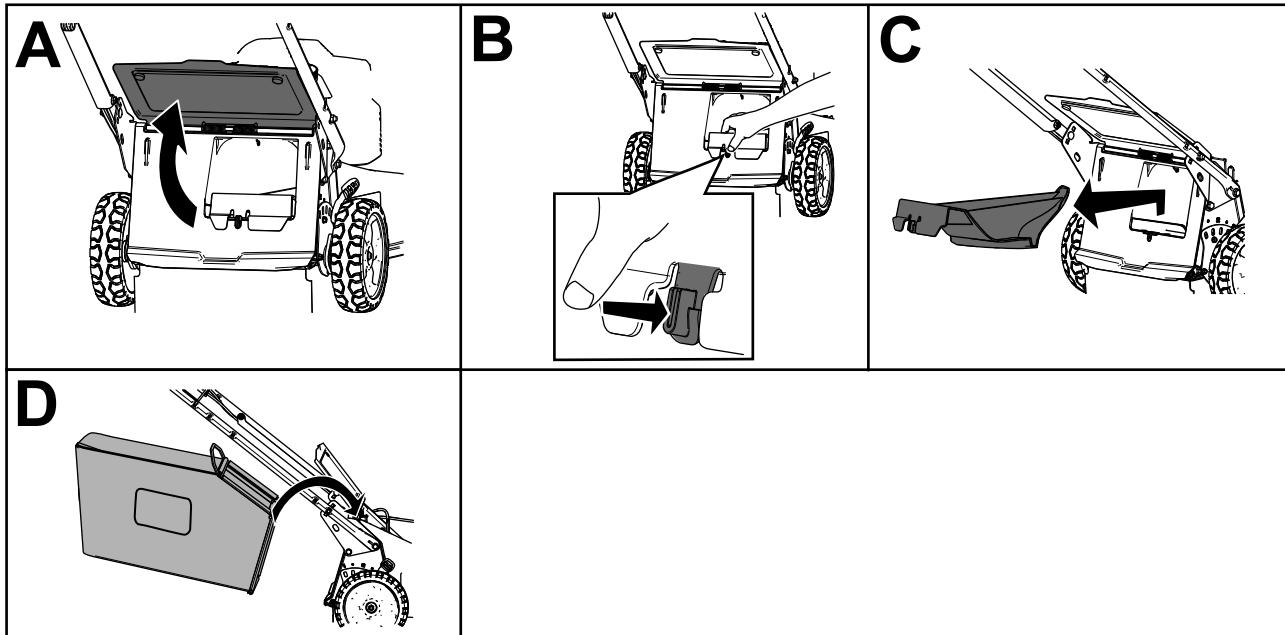

Figura 15
2. Levante y sujeté el deflector trasero (Figura 15, A).
3. Retire el tapón de descarga trasera presionando el enganche hacia dentro con el dedo pulgar y extrayendo el tapón de la máquina (Figura 15, B y C).
4. Inserte los extremos de la varilla de la bolsa en las muescas de la base del manillar, y mueva la bolsa hacia adelante y hacia atrás para verificar que los extremos de la varilla están asentados en el fondo de cada muesca (Figura 15, D).
3. Retire la varilla de la bolsa de recogida de las muescas de la base del manillar (Figura 15, A).
4. Instale el tapón de descarga (Figura 15, B).
5. Baje el deflector trasero (Figura 15, C).